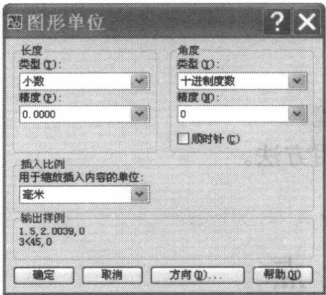
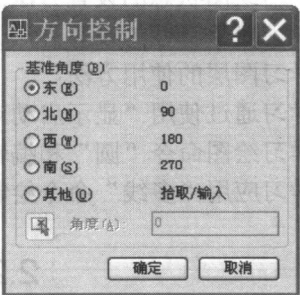

图 2-1 图形单位对话框
图 2-2 方向控制对话框
(1) 创建一个新的图形文件，保存为“样板图.dwg”。
(2) 设置样板图的绘图界限为 (420, 297)。
(3) 设置样板图的单位，如图 2-1 和图 2-2 所示。